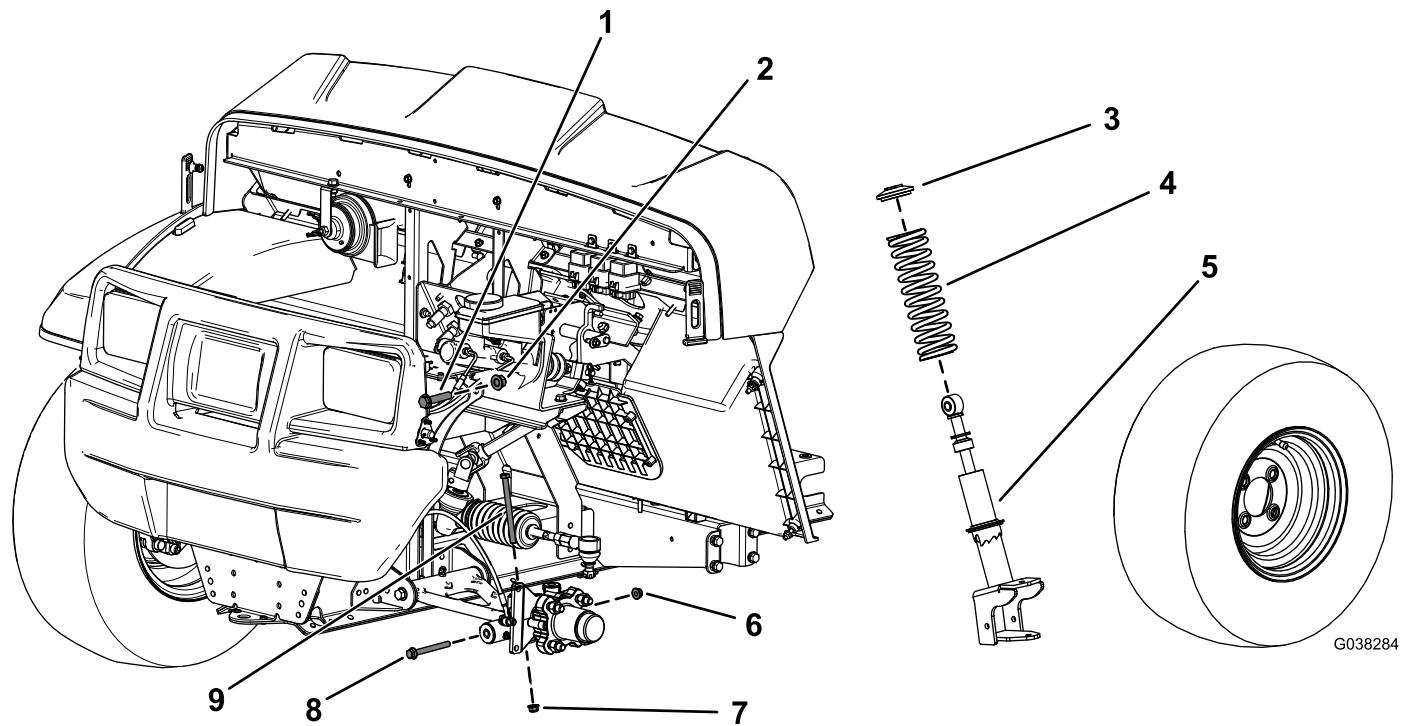

Figura 101
3. Retire el perno de cabeza hexagonal ($\frac{3}{8}$ " x $4\frac{3}{4}$ ") y la tuerca con arandela prensada ($\frac{3}{8}$ ") del eje (Figura 101).
4. Retire el perno de cabeza hexagonal ($\frac{3}{8}$ " x $3\frac{1}{2}$ ") y la tuerca con arandela prensada ($\frac{3}{8}$ ") del brazo de control (Figura 101).
5. Retire el perno de cabeza hexagonal ($\frac{1}{2}$ " x $2\frac{1}{4}$ ") y una contratuerca ($\frac{1}{2}$ ") que fijan el conjunto del puntal al bastidor superior (Figura 101).
6. Retire el conjunto del puntal (Figura 101).
3. Retire el muelle del conjunto del puntal (Figura 101).
4. Instale el nuevo muelle sobre el conjunto del puntal existente (Figura 101).
2. Sujete la parte superior del conjunto de puntal al bastidor con el perno de cabeza hexagonal superior ($1/2"$ x $2\frac{1}{4}"$) y una contratuerca ($\frac{1}{2}"$) tal y como se muestra en la Figura 101.
4. Instale el perno de cabeza hexagonal ($5/8"$ x $4\frac{3}{4}"$) y la tuerca con arandela prensada ($7/8"$) en el eje (Figura 101).
6. Sujete la parte inferior del conjunto del puntal al brazo de control con el perno de cabeza hexagonal ($5/8"$ x $3\frac{1}{2}"$) y una contratuerca ($5/8"$) tal y como se muestra en la Figura 101.